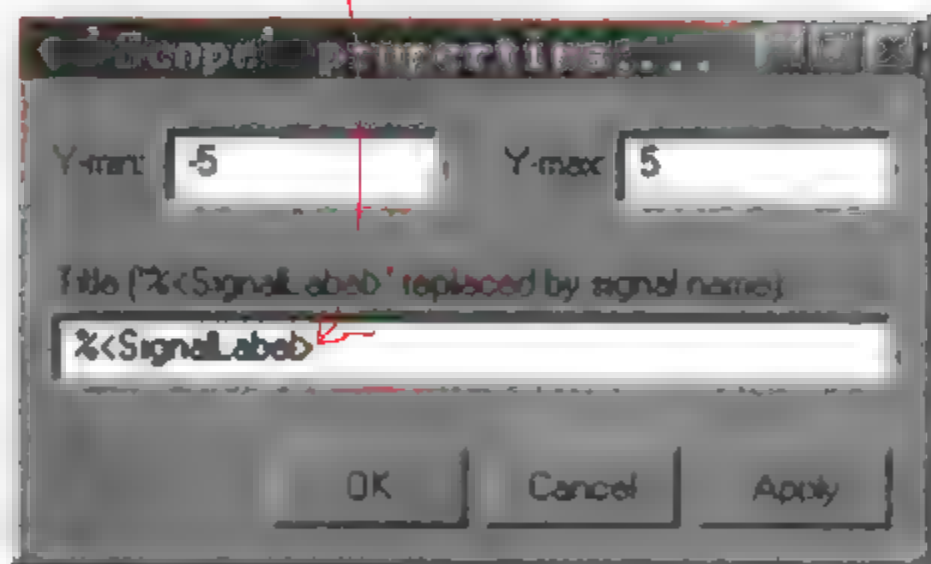

图 7.20 Y 轴极限设置对话框
2) Y 轴极限. 右击坐标轴并选择 Axes Properties... 选项, 则显示图 7.20 所示的对话框, 来设置 Y 轴极限. 其中, 参数 Y-min, 用来输入 Y 轴的最小值; Y-max, 用来输入 Y 轴的最大值; Title, 用来输入图的标题, 是一个字符串.